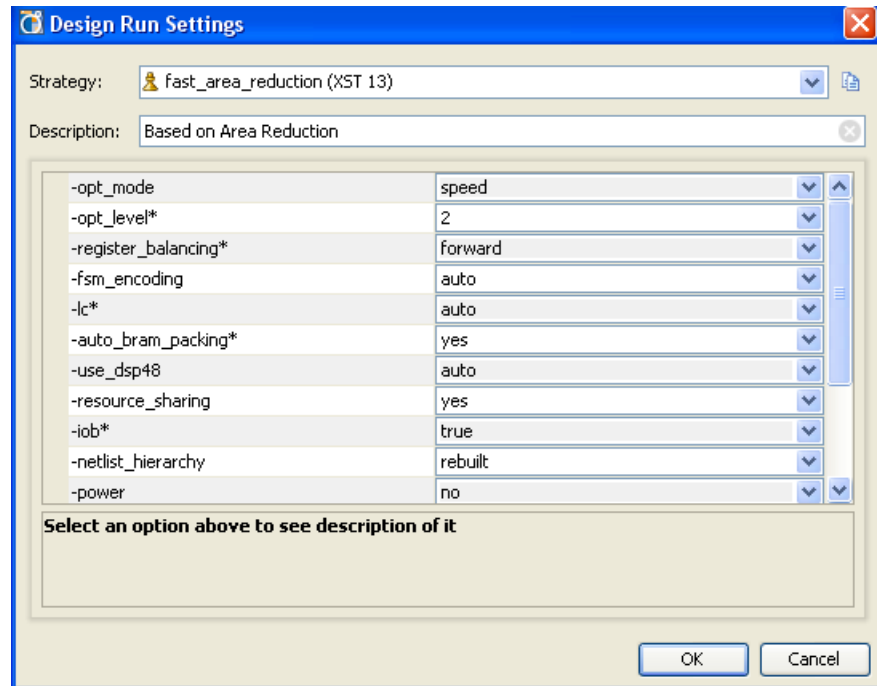

図 6-4： 合成 run に対するデザイン run の設定
- [Options]：合成に適用するストラテジを選択します。参照ボタンをクリックして [Design Run Settings] ダイアログ ボックスを開いて、その run の XST コマンド ライン オプションを変更します。図 6-4 に、[Design Run Settings] ダイアログ ボックスを示します。